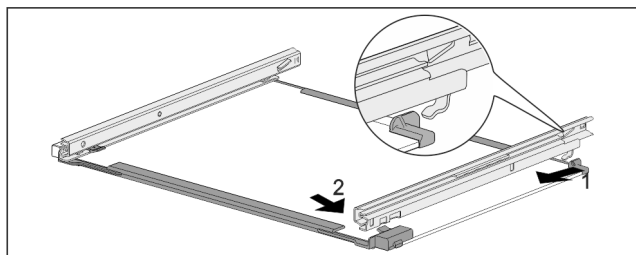

Fig. 143 Placa de vidrio con guías
- ▶ Enganche la guía por detrás. Fig. 143 (1)
- ▶ Encastre la guía por delante. Fig. 143 (2)